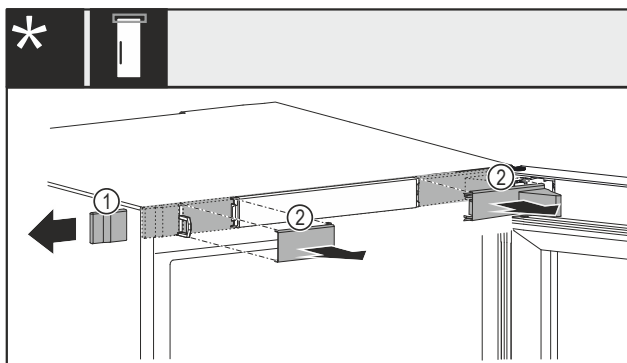

Fig. 13 Cu încuietoare mecanică sau electrică*
- ▶ Îndepărtați cu precauție în lateral capacul Fig. 13 (1)*
- ▶ Îndepărtați cu precauție spre înainte capacele Fig. 13 (2)*